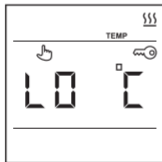

Рис. 8
- невозможности системы разогреть поверхность пола выше $+5\text{ }^{\circ}\text{C}$. На дисплее появится соответствующая информация (рис. 8) и терморегулятор будет работать еще 4 часа, после чего выключит обогрев.